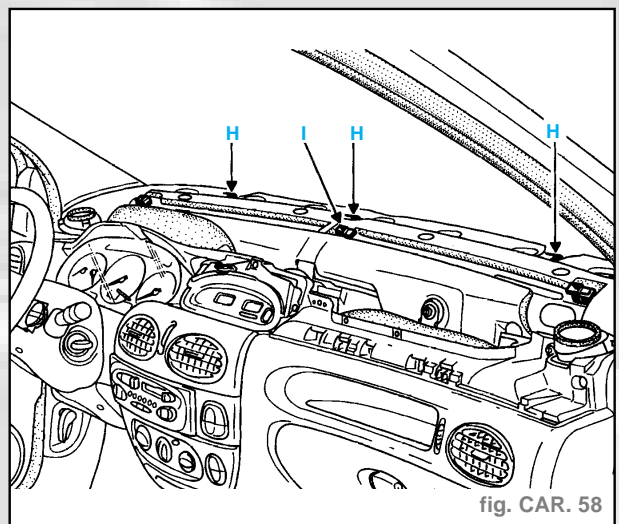

fig. CAR. 58
- Les pattes (E) de la partie supérieure (1) de la planche se logent dans les emplacements (F) de la partie supérieure (2).
- Déposer les trois vis de fixation (G) et leurs caches.
- Tirer la garniture (2) vers l'arrière du véhicule afin de la dégager des trois pattes (H) (fig. CAR. 58).
- Les trois vis de fixation (G) se fixent dans les agrafes (I).